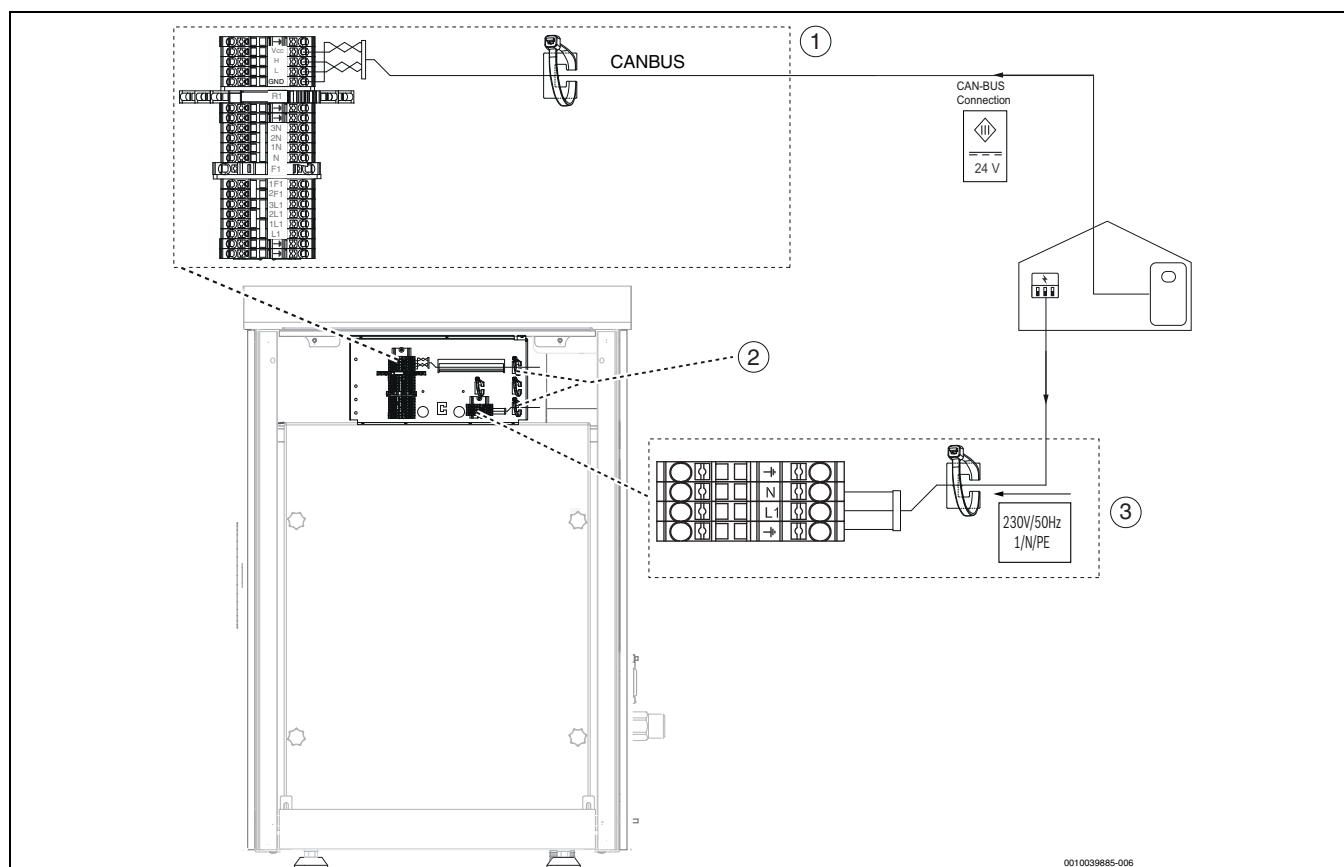

Fig. 44 Boîtier de connexion
- Raccorder le câble comme illustré à la → Figure 44.